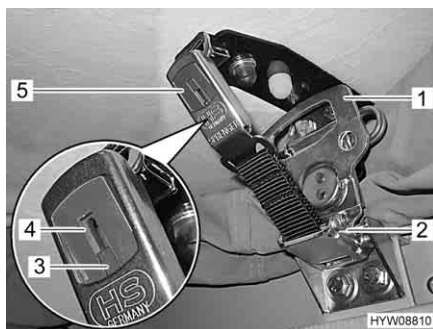

Fig. 25 Bloccaggio del tetto a soffietto
- Spingere il cursore rosso (Fig. 25,3) verso l'alto premendo sui due lati, quindi premere sulla linguetta grigia (Fig. 25,4). La serratura a scatto (Fig. 25,5) si apre.
- Eseguire mezza rotazione in senso antiorario sui due lati della maniglia (Fig. 25,1) della serratura rapida (Fig. 25,2). Il bloccaggio si sblocca. Il tetto a soffietto si sposta di un pezzo in alto e rimane in questa posizione.